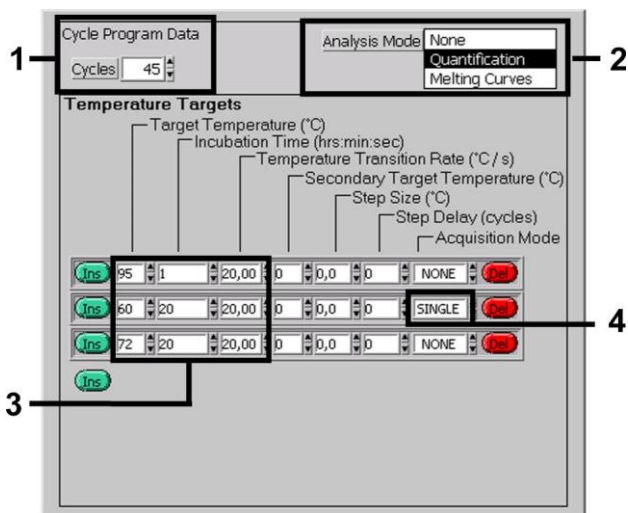

Fig. 4: Amplificazione del DNA.
- B. Amplificazione del DNA Fig. 4